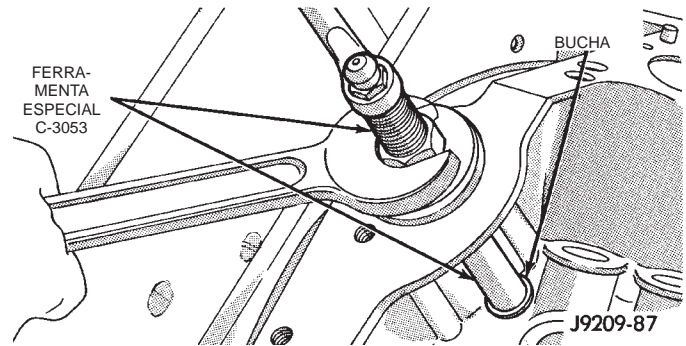

Fig. 46 Bucha do Eixo Propulsor do Distribuidor de Brunimento
(3) Como o brunidor é puxado através da bucha, a bucha é expandida ajustada no bloco e brunida no tamanho correto. (Fig. 46). **NÃO alargue esta bucha.**